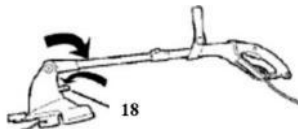

Рис.11
ВНИМАНИЕ! Штангу триммера можно снизить, нажимая на педаль регулировки корпуса. (18) См.рис.11